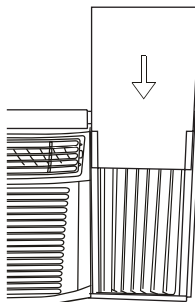

Fig.22
3. Deslice el panel de aislamiento R1 en la cortina lateral, el lado con el patrón debe estar orientado hacia el interior (Fig. 22).